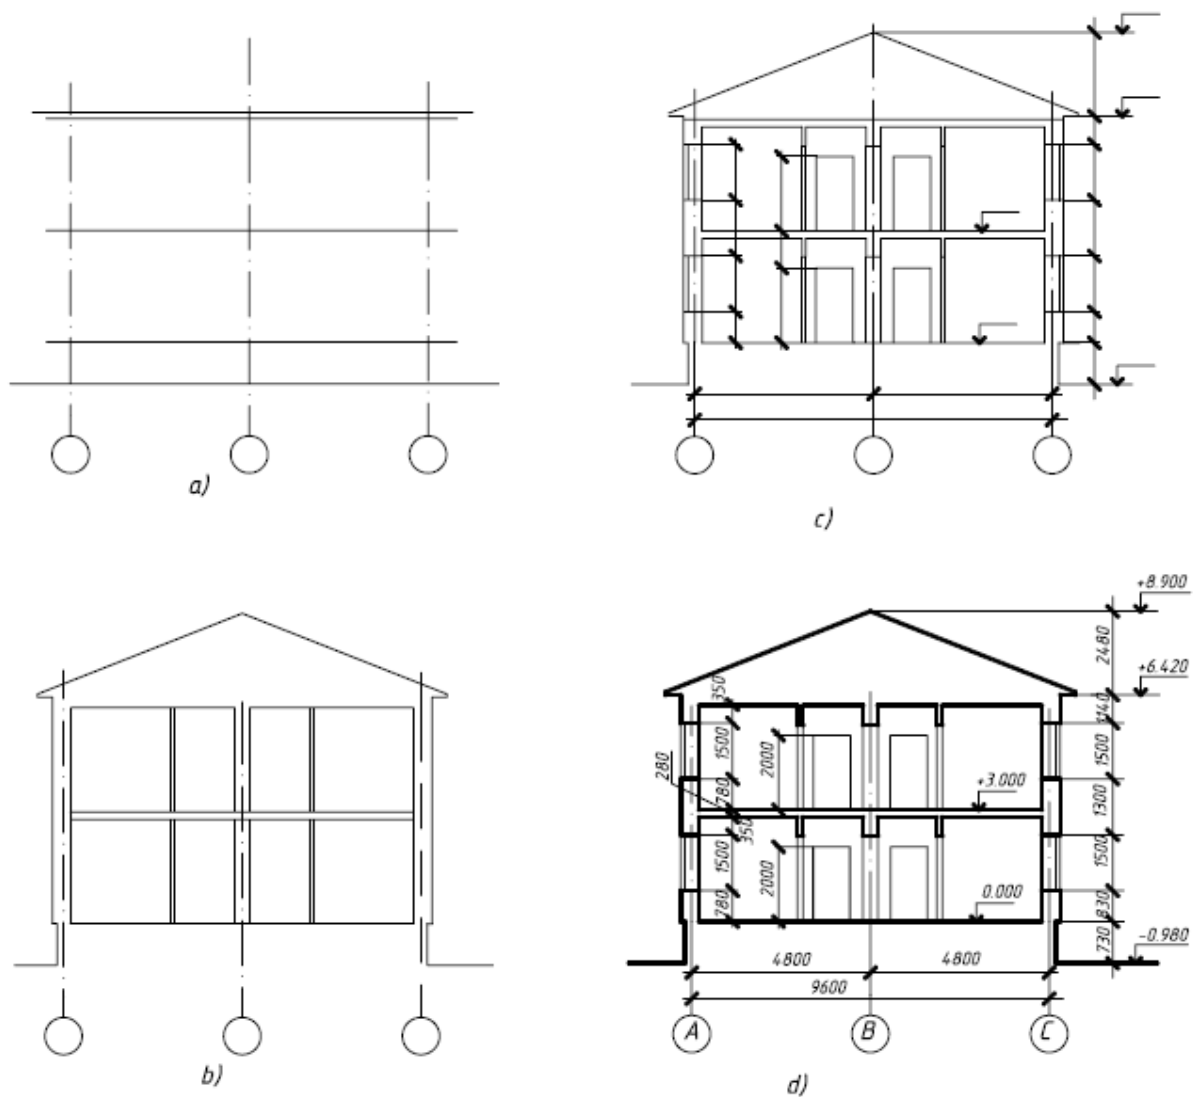

Рис. 61 Последовательность выполнения разреза здания
- Разрез здания рекомендуется выполнять в следующей последовательности (рис. 61).